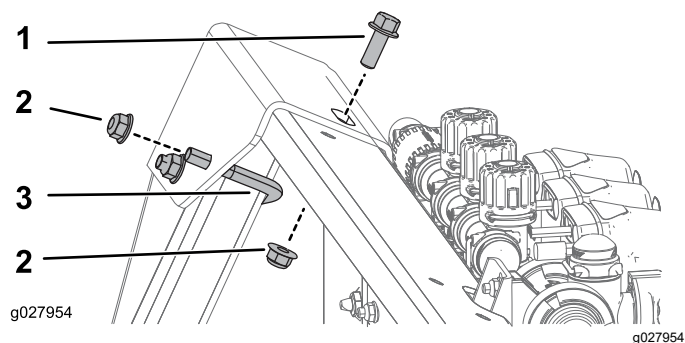

图 10
- 如 图 10 中所示使用 1 个 U 形螺栓、1 个螺栓 ¾ 英寸 - 16 x 1 英寸和 3 个凸缘螺母 ¾ 英寸 - 16 英寸将上支架的背面固定起来。